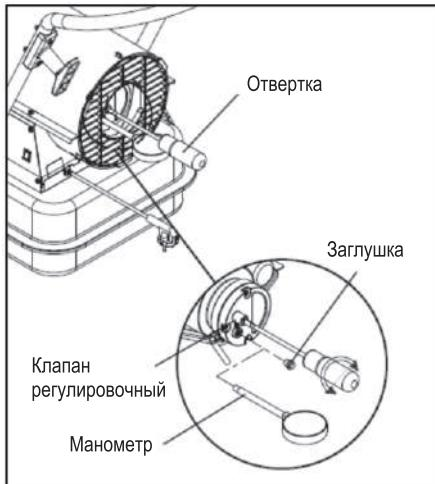

Рис. 20
**Регулировка давления насоса (рис. 20)**